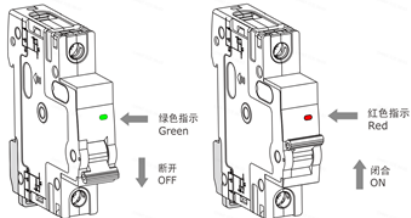

图3 断开、闭合状态指示
5.1 使用安装前先检查断路器标志与工作条件是否相符，断路器断开、闭合状态指示（如下图 3）